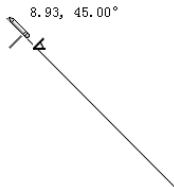

图 2-14 绘制 45° 角直线
- ☑ 45° 角直线：在绘制直线过程中，笔形光标附近会出现 45° 角直线图标符号, 如图 2-14 所示。